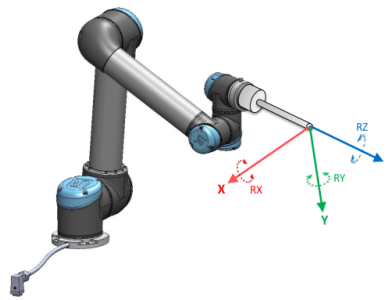

FIGURE 13.2 – Fonction de l'outil (point central de l'outil)
*Fonction de :* l'outil son origine se trouve au centre du TCP (point central de l'outil) actuel (voir figure 13.2)